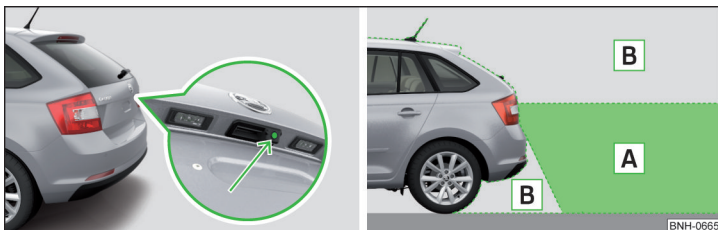

Fig. 121 Locul de amplasare al camerei / zona scanată din spatele autovehiculului
Camera pentru recunoașterea zonei din spatele autovehiculului este amplasată în mânerul capotei portbagajului » fig. 121.
**Zona din spatele autovehiculului » fig. 121**